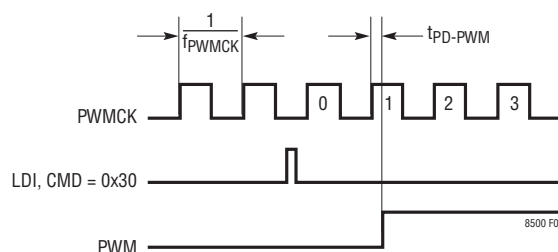
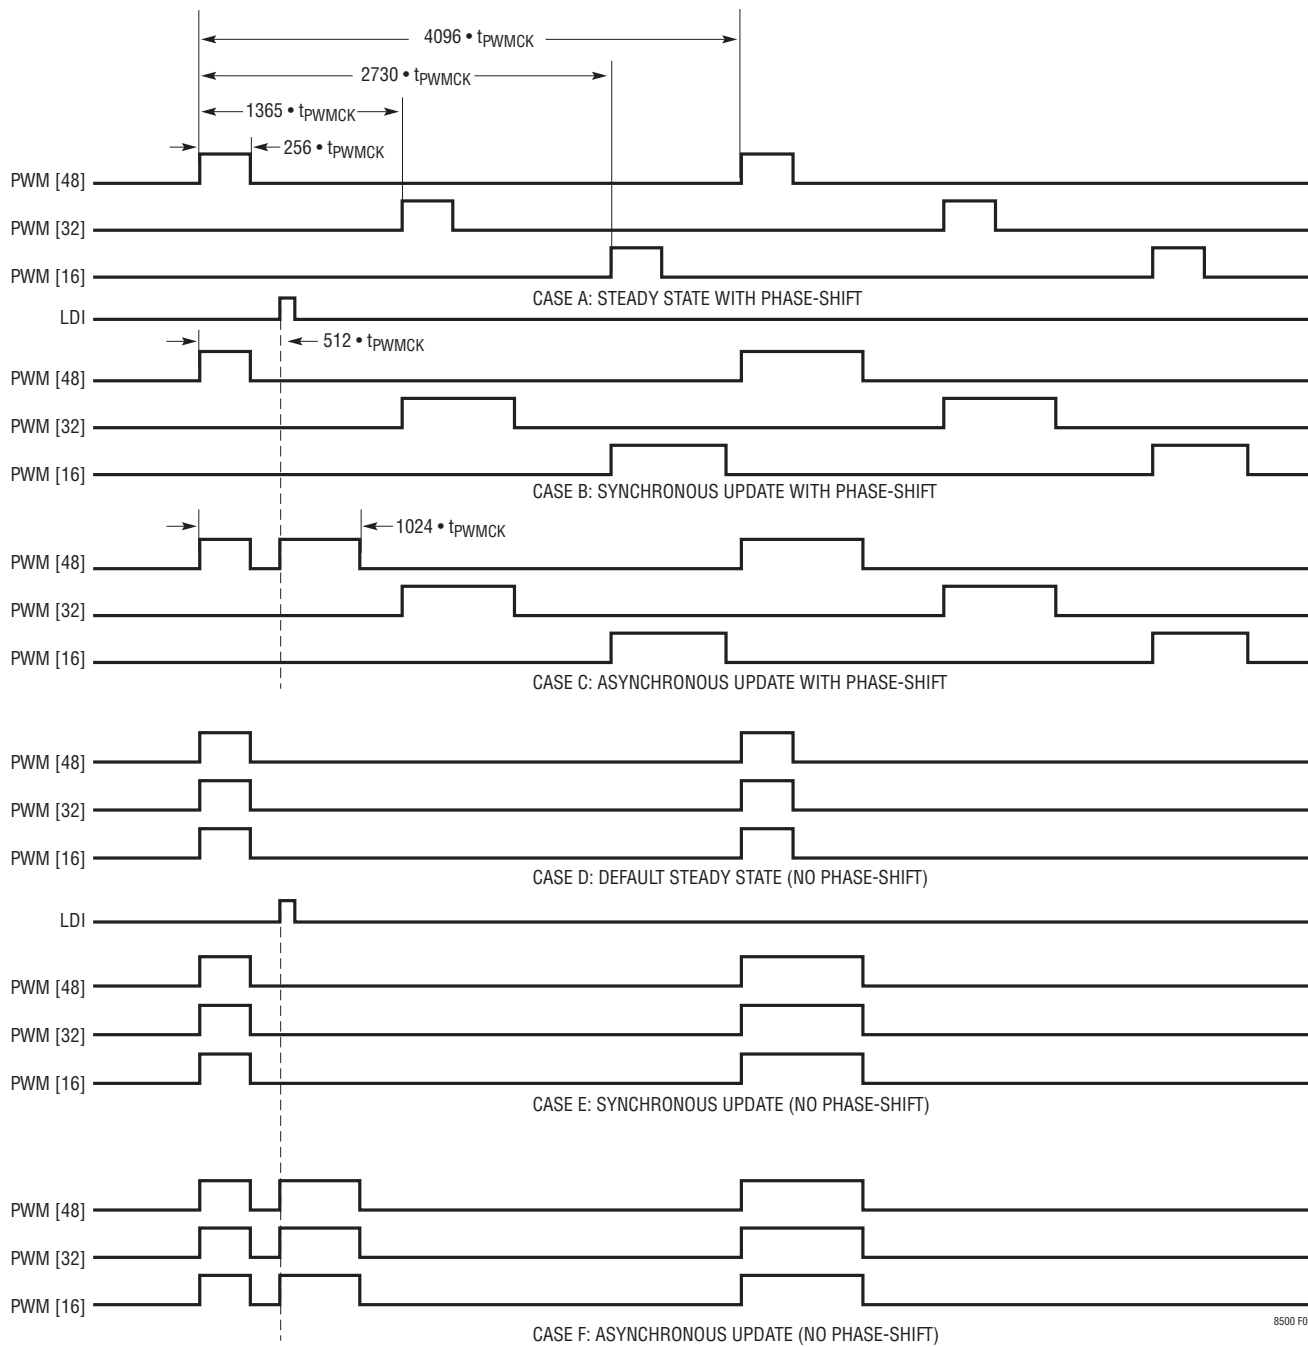

図5. PWM出力イネーブルのタイミング図
図6. 代表的ケースにおけるPWM出力の例
のPWMCKカウンタは、出力のイネーブル時、PWMCKクロックによる自走カウンタになります。出力イネーブル・フレームが送信されると、図5に示すとおり、LDIBLANKの立ち上がりエッジ後、PWMCKの2番目の立ち上がりエッジで、PWMCKカウンタが1にインクリメントします。既定では、PWMCKカウンタが1のとき、PWMRSYNCの全ての出力(非0の値)がオンします。一方、位相シフト・ビット(PHS)がセットされている場合は、図6のケースA、位相シフト・モードの同期更新の動作に示すように、PWM[48:1]出力がオンします。位相シフト機能については後述します。以降のPWMCKの各立ち上がりエッジでPWMCKカウンタが1ずつインクリメントされます。PWMRSYNCの値がPWMCKカウンタの値と等しくなったPWMチャンネルは全てオフします。出力ディスエーブル・フレームはLDI後ただちにPWMCKカウンタをリセットし、LDI後の次のPWMCK立ち上がりエッジで、全てのPWMチャンネルをオフします。図5にPWM出力イネーブルのタイミング図を示します。
既定では、PWM[48:1]の全てのチャンネルの立ち上がりエッジは、PWMCKの、同じく立ち上がりエッジで発生します。この時点から、4096 PWMCKサイクルにわたるPWM周期が開始します。LT8500には、位相シフト・トグル・コマンド(CMD = 0x6X)があります。このコマンドは、48個のピンが同時にスイッチングすることによって生じるシステム・ノイズや電流スパイクを低減するために使用します。このコマンドの機能を図6のケースAに示します。位相シフト・モードでは、PWM[48:1]出力が、PWM周期内で互いに120度位相がずれた、それぞれ16チャンネルを含む3つのバンクに分割されます。これは、チャンネルPWM[48:33]がPWMCK(1)の立ち上がりエッジでオンした後、PWM周期の1/3の時点に相当するPWMCK(1365)の立ち上がりエッジでチャンネルPWM[32:17]がオンし、更に、PWM周期の2/3の時点に相当するPWMCK(2730)の立ち上がりエッジでチャンネルPWM[16:1]がオンすることを意味します。
同期更新フレームは、補正乗算器による処理が完了したフレーム内のデータによって、PWM[48:1]を更新します。PWMRは、LDIBLANKがHighになった時点で更新されます。PWMRSYNCレジスタには、PWM周期の開始(PWMCK (1))に同期してPWMRからのデータが書き込まれます。このコマンドは、規定より短い「不完全な」PWMパルスの発生を防ぎます。PWM出力は、PWMCKの次の立ち上がりエッジでPWMRSYNCレジスタの値によって更新されます。例を図6のケースBとEに示します。
非同期更新フレームは、補正乗算器による処理が完了したフレーム内のデータによって、PWM[48:1]を更新します。PWMRは、LDIBLANKがHighになった時点で更新されます。LDIがHighの場合、このデータはPWMRを介してPWMRSYNCレジスタにもただちに (非同期に) 書き込まれます。PWM出力は、PWMCKの次の立ち上がりエッジでPWMRSYNCレジスタの値によって更新されます。例を図6のケースCとFに示します。
図 6 に、各種コマンドが PWM 出力波形に与える効果の例を示します。これらの波形例では、示されている 3 つのチャンネルの全てが常に同じ PWM 幅にプログラムされているものとします。各ケースでは、3 つの 16 チャンネル・バンク、PWM[48:33]、PWM[32:17]、PWM[16:1] について、それぞれを代表するチャンネルを示してあります。
ステータス・フレームは新しいデータ・フレームがSDIからシフト入力されるたびに、その内容が取得され、SDOからシフト出力されます。ステータス・フレームのフォーマットを図5に示します。診断フラグ(SYCとNOL[48:1])を除き、ステータス・フレー